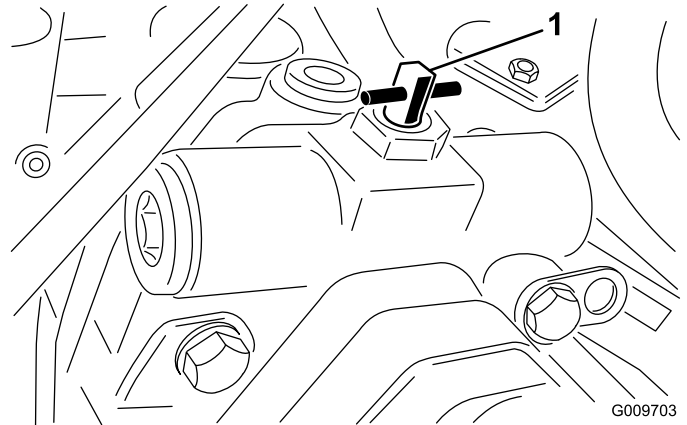

Figure 18
2. Tournez la vanne de dérivation à 90° (1/4 de tour) dans un sens ou dans l'autre pour l'ouvrir et dériver l'huile à l'intérieur de la transmission (Figure 18). Il sera alors possible de déplacer la machine lentement sans endommager la transmission. Notez la position de la vanne quand vous l'ouvrez ou la fermez.